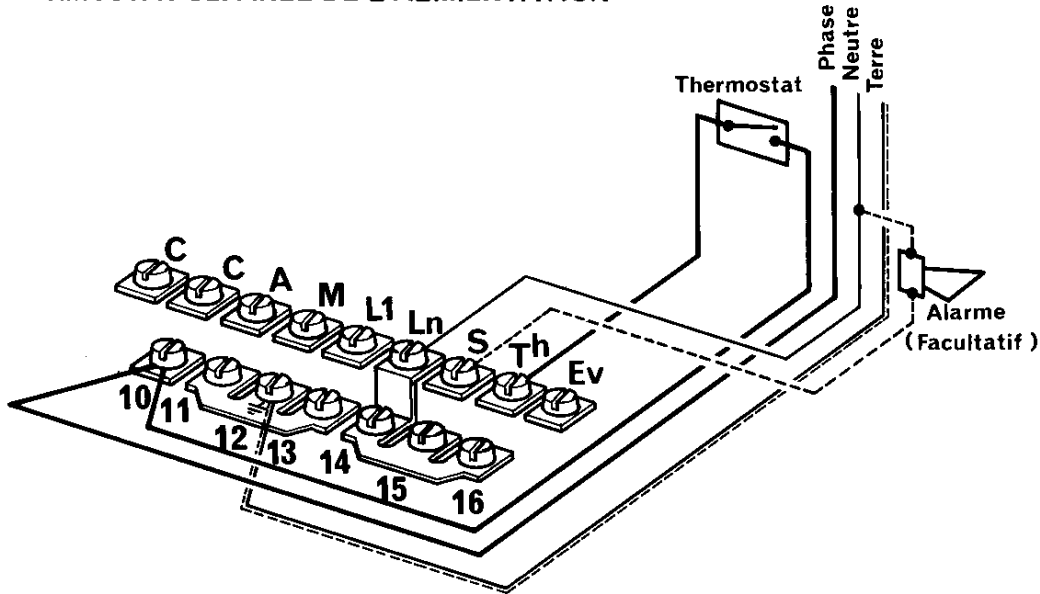

Fig. 3b
4.2 CHAUDIERES CHAPPEE "SANS BRULEUR" OU AUTRES CHAUDIERES - Voir Fig. 3b